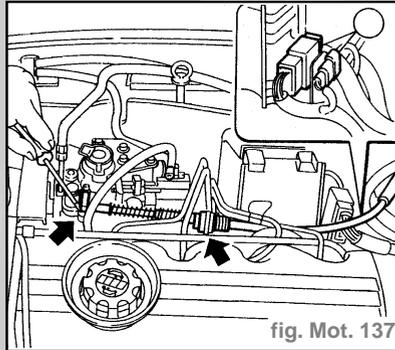

fig. Mot. 137
- Déposer le câble de commande d'accélérateur des ponts indiqués par les flèches et débrancher les connexions électriques (1) (fig. Mot. 137).